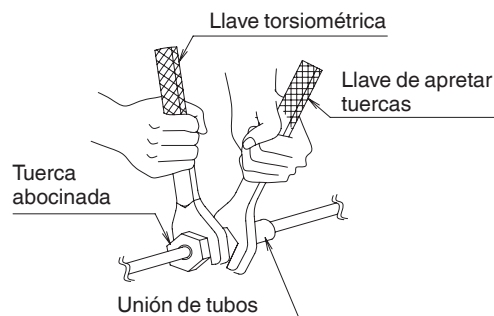

Fig. 10
- Cuando conecte los tubos al aire acondicionado, asegúrese de usar una llave inglesa y una llave de torsión como se muestra en la Fig. 10.